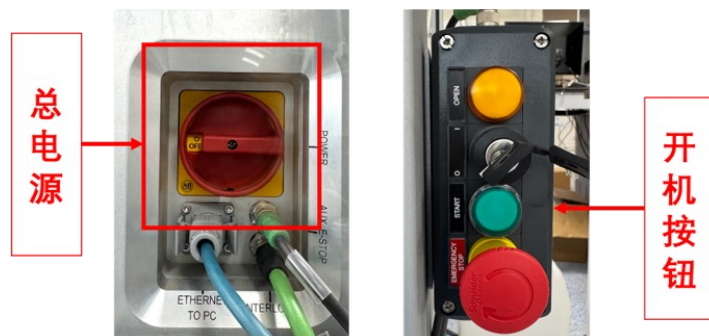

图 6-4-1
- 1) 打开仪器总电源开关, 位于仪器右侧靠后位置(图 6-4-1 左, 红色旋钮开关)。
- 2) 点击开机按钮, 位于仪器外罩正面右下角(图 6-4-1 右, 绿色按钮)。